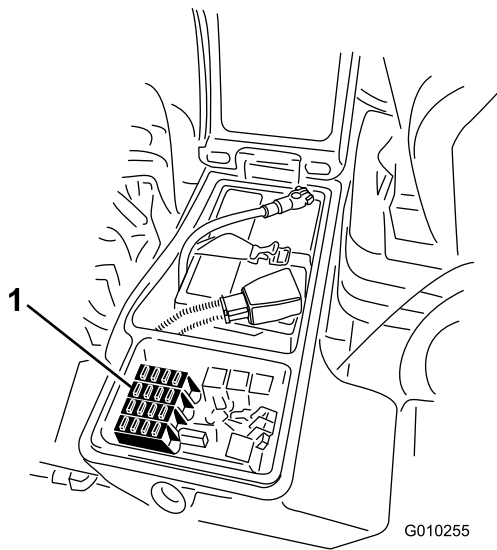

Bild 51
1. Lösen Sie den Riegel für die Abdeckung des rechten Ablagekastens und heben Sie die Abdeckung (Bild 50) hoch, um an den Sicherungsblock zu gelangen (Bild 51).
2. Wechseln Sie ggf. die offenen Sicherungen aus (Bild 51).